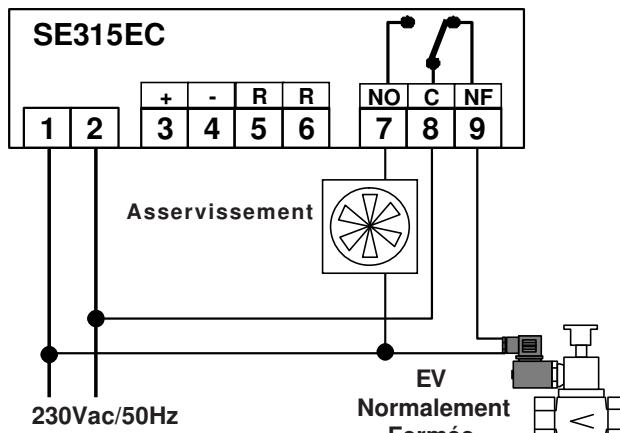

Fig.6
**LOGIQUE POSITIVE** : dans ce cas la bobine du relais est maintenue constamment alimentée (Fig.5) de manière à assurer une sécurité de type positive sur le fonctionnement du relais. Idéale pour les électrovanne de type N.F. (normalement fermée, Fig.6).